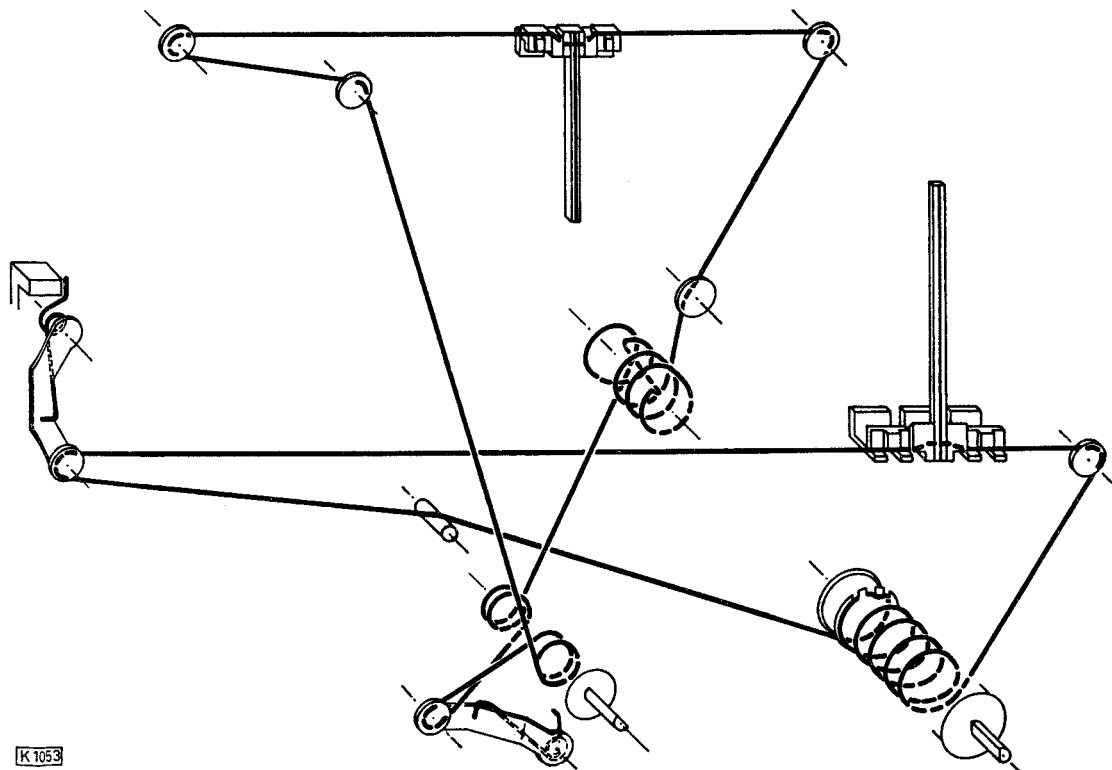

Fig. 1
- 3.2 Seilzüge nach Fig. 1 auflegen. Zum Auflegen des Seilzuges für die obere Skala (Länge ca. 0,6 m) muß der Seilzug für die untere Skala (Länge ca. 0,5 m) und der Reflektor abgenommen werden.
- 3.2 Place cable drives as shown in fig. 1. Before placing the drive cable for the upper dial (length approx. 0.6 m) it is requested to remove the drive cable for the lower dial (length approx. 0.5 m) and the reflector.